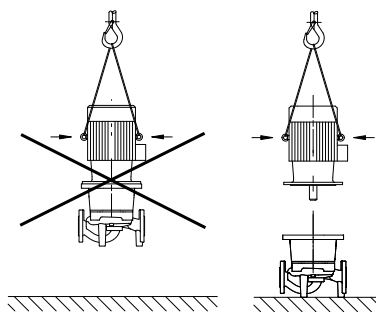

Fig. 20: Transport des Motors
- Hebeösen am Motor nur zum Tragen der Motorlast verwenden und nicht zum Tragen der gesamten Pumpe (Fig. 20).